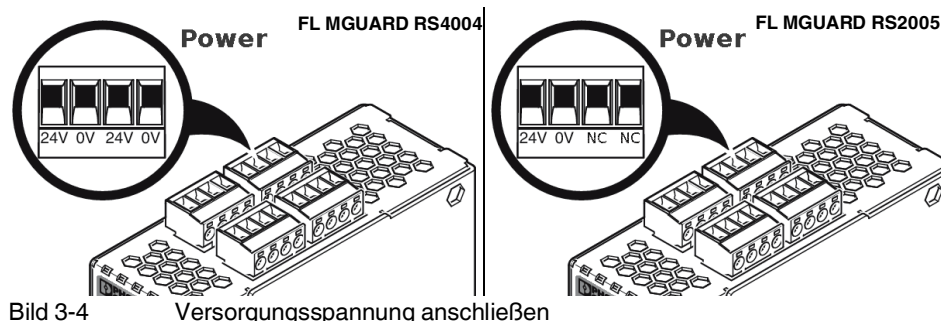

Bild 3-4 Versorgungsspannung anschließen
- Stecken Sie die Schraubklemmen auf die vorgesehenen Buchsen auf der Oberseite des Geräts (siehe Bild 3-4).